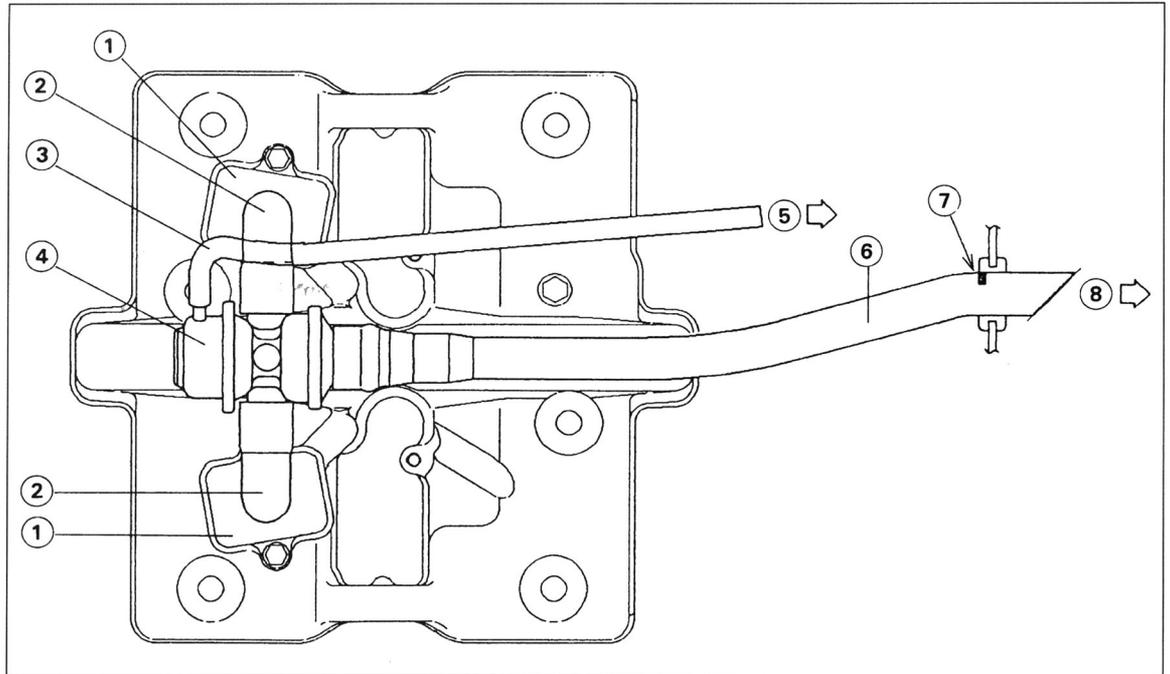

Bild 25
- Luftschläuche ② Bild 25 am Zylinderkopfdeckel, Unterdruckschlauch ③ am linken Vergaser und Ansaugschlauch am Luftfiltergehäuse nach Lockern der Federschlauchklemmen lösen und samt Luftansaugventil ④ abnehmen.